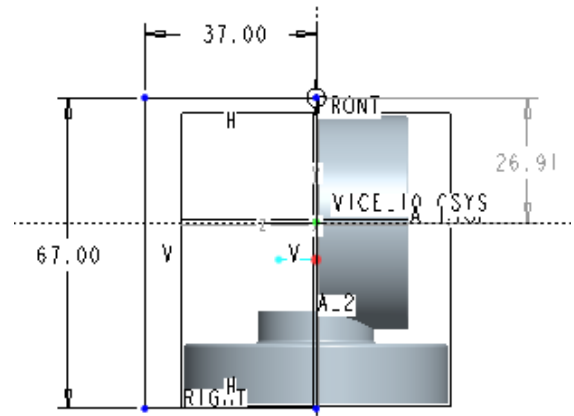

図 6-71 削除部分の範囲指定
- 図 6-71 のように台座の削除部分である左半部分を、スケッチャーツールバーの「四角形」 を用いて囲む。